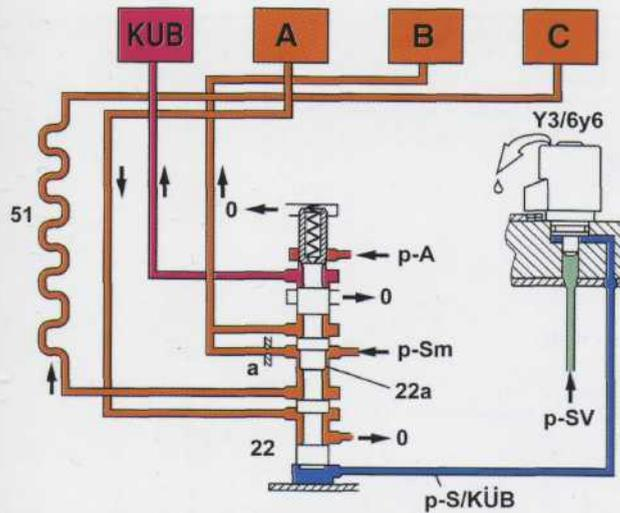

Рис. 28.
Рис. 28. Работа системы аккумулятора включения при установке рычага выбора диапазона в положение "R". 1 - Клапан выбора диапазона; 20 - Распределительный шариковый клапан; 21 - Распределительный шариковый клапан; 22 - Обратный шариковый клапан; 23 - Обратный шариковый клапан; 40 - Клапан принудительного понижения передачи; 53 - Аккумулятор переключения; 58 - Клапан включения; 59 - Клапан включения муфты K2; A - Рабочее давление; A1 - Рабочее давление на 1-ой передаче; AD-2 - Рабочее давление на диапазонах "D", "3" и "2"; AD-3/B1 - Рабочее давление на диапазонах "D" и "3" или включенном ленточном тормозе B1; K2 - Канал к бустеру муфты K2; O - Слив в поддон; SD/S2 - Давление подпора или давления управления клапана-дресселя (в зависимости от исполнения клапанной коробки); VL1 - Канал к сливному сечению плунжера клапана-дресселя (46); a, d - Жиклеры; c - Пружина; e, f, g - Кольцевые канавки.